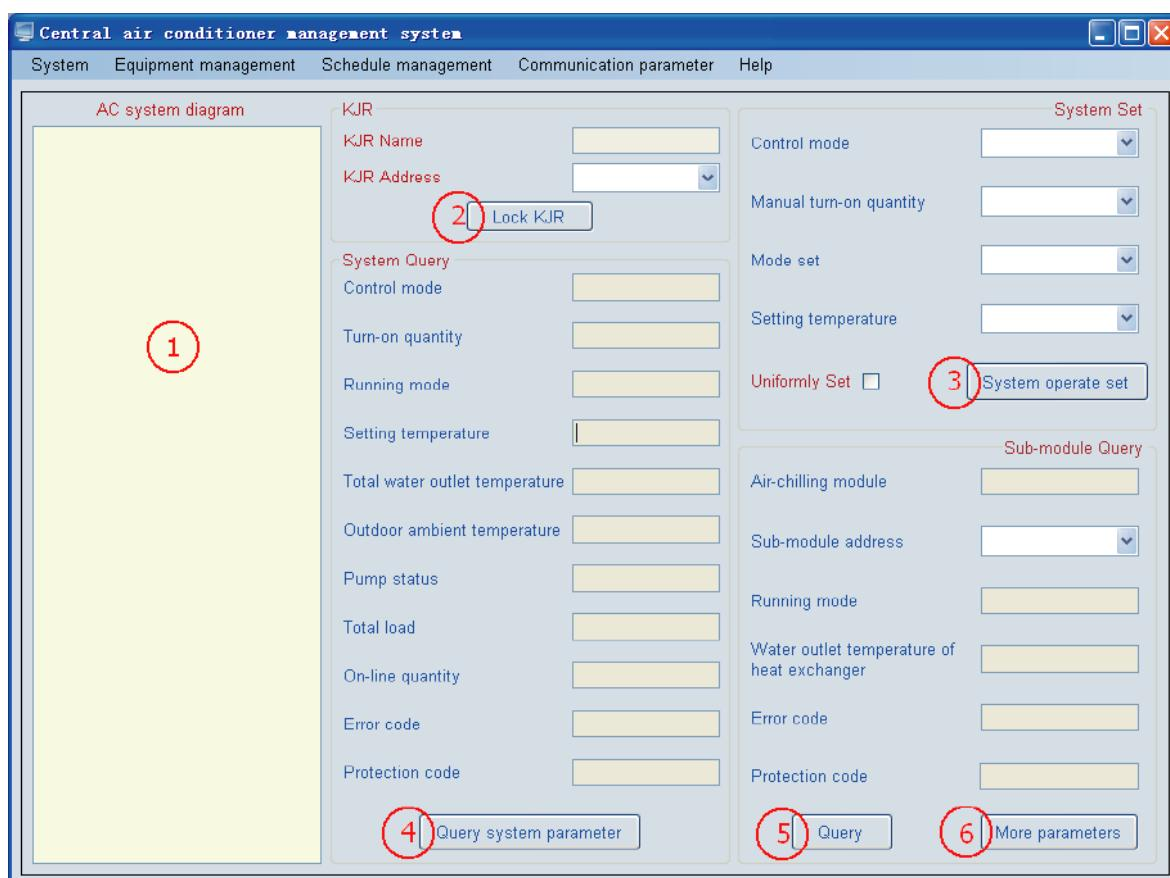

Рис. 4-7
Главный интерфейс данного программного обеспечения показан на Рис.4-7, далее представлено его детальное описание:
- 2) “AC system diagram” («Схема системы кондиционирования») (см. пункт ① на Рис. 4-7) представляет собой следующую системную конфигурацию: максимальное количество подключаемых к компьютеру проводных пультов управления – 16. Данный тип проводного пульта управления совместим с модулями мощностью: 25 кВт, 30 кВт, 60 кВт, 65 кВт, 120 кВт, 180 кВт и т.д. Общее число подключаемых к проводному пульту управления субмодулей – 16. См. раздел “Software application” («Программное приложение») для получения информации о максимальном количестве подключаемых к проводному пульту управления субмодулей, а также количестве совместимых между собой модулей и субмодулей.
- 3) “Lock KJR” («Блокировка/разблокировка проводного пульта управления KJR», пункт ② на Рис. 4-7): предназначен для блокировки/разблокировки выбранного проводного пульта управления, а также для ограничения его функциональности в процессе управления системой кондиционирования.
- 4) “System operate set” («Настройка работы системы», пункт ③ на Рис. 4-7): предназначен для настройки работы выбранной системы кондиционирования.
- 5) “Query system parameter” («Запрос информации по параметрам системы», пункт ④ на Рис. 4-7): при выборе данного пункта отображается информация по параметрам выбранной системы кондиционирования.
- 6) “Query” («Запрос информации», пункт ⑤ на Рис. 4-7): при выборе данного пункта отображается информация по параметрам выбранного субмодуля.
- 7) “More parameters” («Больше параметров», пункт ⑥ на Рис. 4-7): при выборе данного пункта отображается расширенная информация по другим параметрам.